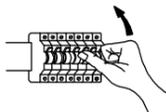

Fig. 2
- 3.2 Realice las posiciones de los orificios para la fijación del soporte a la pared. Atornille el soporte de fijación a la pared con un tornillo adecuado (no suministrado) (Fig.2)